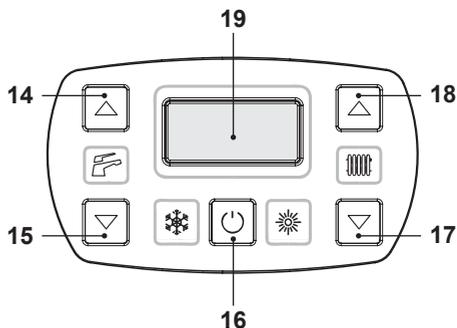
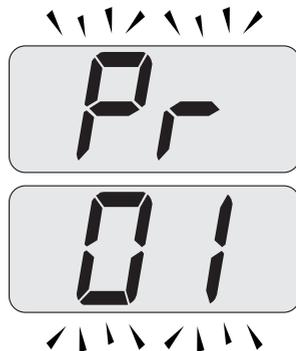
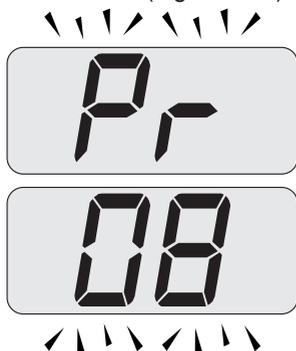

Figura 5.25
Figura 5.26
Figura 5.28
- Entrare in "modalità programmazione" premendo contemporaneamente per 10 secondi i tasti 16 - 17 - 18 (Figura 5.25) fino a far apparire sul display LCD le lettere **Pr** che si alternano con il codice **01**, indicanti l'entrata nel "parametro 01" (Figura 5.26).
- Premere contemporaneamente i tasti 16 e 17 (Figura 5.25) fino a far apparire sul display LCD il valore del parametro 01 (Figura 5.27).
- Premendo il tasto 16 (Figura 5.25) si ottiene la conferma del valore inserito.
- Premendo contemporaneamente i tasti 16 e 17 (Figura 5.25) si esce senza modificare il valore (ritorno alla lista parametri Figura 5.26).
- Premendo contemporaneamente per 10 secondi i tasti 16 - 17 - 18 (Figura 5.25) si esce dalla "modalità programmazione".
- Scorrere i vari parametri utilizzando i tasti 17 o 18 (Figura 5.25) fino a far apparire sul display LCD le lettere **Pr** che si alternano con il codice **08**, indicanti l'entrata nel "parametro 08" (Figura 5.28).
- Premere contemporaneamente i tasti 16 e 18 (Figura 5.25) fino a far apparire sul display LCD il valore del parametro **08** (**00**= Nessun Reset) (Figura 5.29).
- Premendo i tasti 16 e 17 (Figura 5.25) si esce senza modificare il valore.
- Premere i tasti 17 o 18 per scorrere i vari parametri fino a far apparire sul display LCD le lettere **Pr** che si alternano con il codice **01**, premere contemporaneamente i tasti 16 e 18 (Figura 5.25) fino a far apparire sul display LCD il valore del parametro **01** (Figura 5.30).